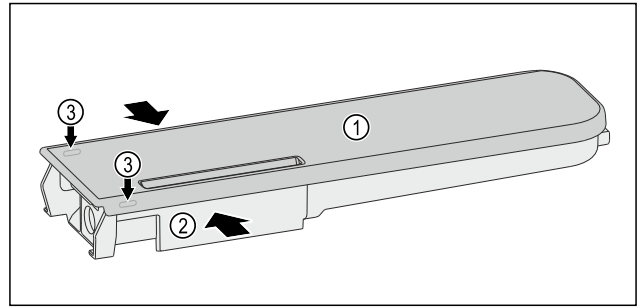

Fig. 149
- ▶ Wasserbehälter Fig. 149 (2) zusammendrücken und Deckel Fig. 149 (1) vorsichtig über die Rastnasen Fig. 149 (3) hebeln und hochziehen.
- ▶ Deckel Fig. 149 (1) leicht hin- und herbewegen und nach oben entnehmen.